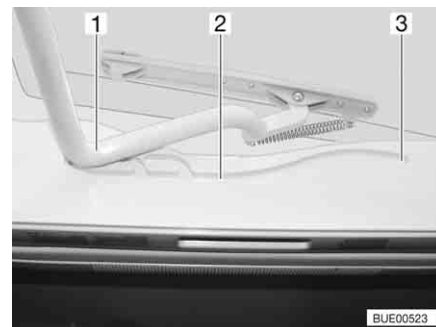

Fig. 45 Oblò Heki, guida
- Tirare la staffa (Fig. 45,1) nelle guide (Fig. 45,2) fino alla posizione più all'indietro (Fig. 45,3).
- Spingere la staffa (Fig. 45,1) leggermente verso l'alto con ambedue le mani.
- Tirare la staffa nelle guide (Fig. 45,2) fino alla posizione desiderata.